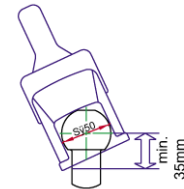

Bild 1: Kugelstange Zugfahrzeug
1.3 Die Zugkugelkupplung WS 3000 kann zusammen mit Kupplungskugeln nach DIN 74058 / ISO 1103 nur dann eingesetzt werden, wenn der Kugelhalbs im Bereich von **35 mm frei von Anbauteilen** ist. (Bild1)